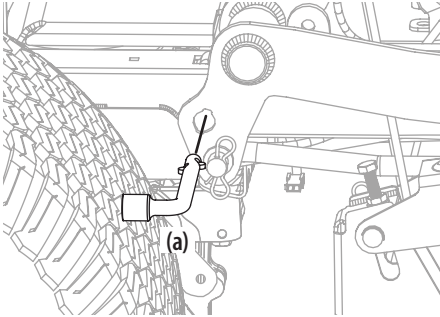

Figura 44
5. En los tractores equipados con la perilla de elevación de la plataforma, use el pedal de elevación de la plataforma y la perilla de elevación de la plataforma para ubicar la plataforma en la posición más baja, y use la herramienta para usos múltiples (a) para bloquear los componentes de la elevación de la plataforma en su lugar como se muestra en la Figura 44. En tractores con una manija de elevación de la plataforma, baje la plataforma a la posición más baja.